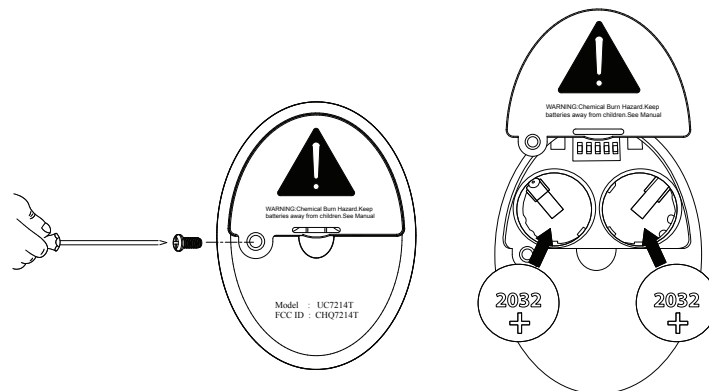
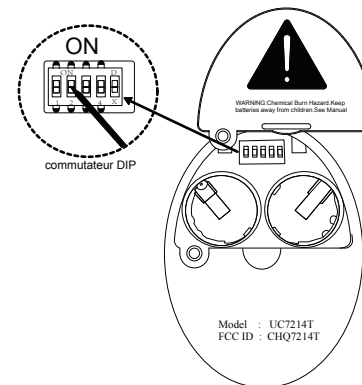

Fig. 21
Fig. 22
Ouvrez le dos de l'émetteur en desserrant la vis (Figure 21). Le sélecteur de fréquence est un « bloc-commutateurs DIP » à l'intérieur du compartiment à piles de l'émetteur (voir la Figure 22). Vous changez les fréquences en disposant les petits commutateurs numérotés 1 à 4 en position vers le haut ou vers le bas. 16 fréquences ou combinaisons sont possibles. Le cinquième commutateur marqué D et X règle le système pour un fonctionnement avec les lampes incandescentes ou fluorescentes. Il est essentiel de régler correctement ce commutateur. Si votre ventilateur de plafond est équipé de lampes incandescentes, réglez ce commutateur sur la position D, pour les lampes fluorescentes, réglez le commutateur sur la position X. Si ces paramètres sont inversés, le système de commande de l'éclairage fonctionnera de manière aléatoire et pourrait endommager votre ventilateur de plafond.
2. Insérez les deux piles et assurez-vous qu'elles reposent correctement dans chaque encastrément avec le signe positif + orienté vers le haut. Remettez le couvercle du compartiment à piles. (Figure 21)